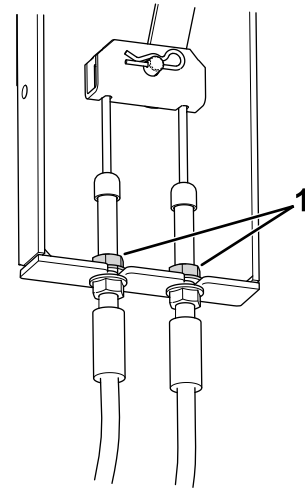

図 73
3. 機体左側、左タイヤ近くにあるブレーキケーブルのマウント **図 73**を探し出す。